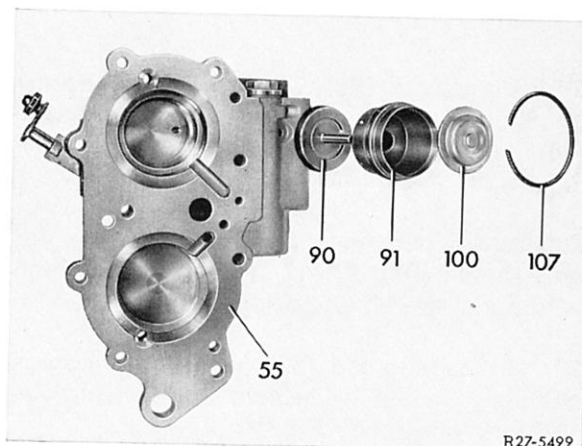

Bild 27-11/26 b
26 Büchse mit O-Ring (91) herausnehmen. Kolben Bremsband B 2 (90) herausziehen (Bild 27-11/26 b).